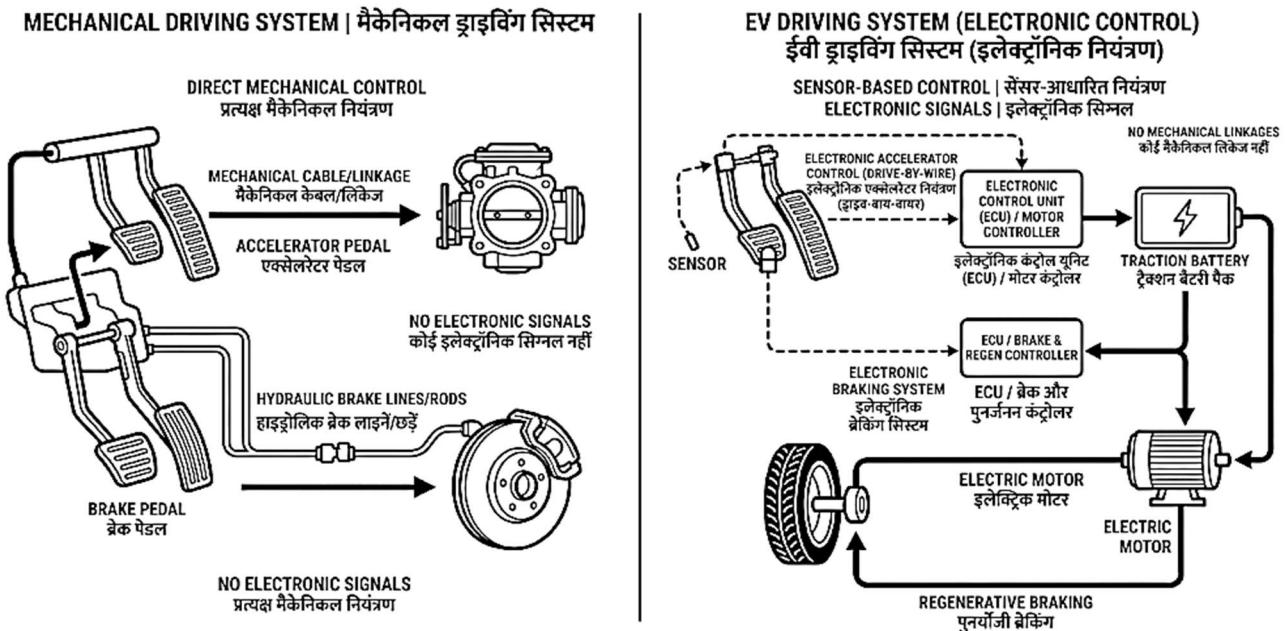

Fig. 6.1: EV Driving System Overview | ईवी ड्राइविंग सिस्टम अवलोकन
6.1.1 Definition (Fig.6.1)
6.1.1 परिभाषा (Fig.6.1)